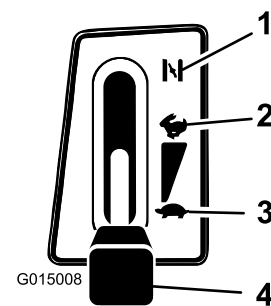

Figura 10
- Ponga la palanca del acelerador en Estárter (Figura 10).
- Cuando el motor arranque, mueva lentamente el acelerador a la posición Rápido (Figura 10). Si el motor se cala o funciona irregularmente, vuelva a colocar el acelerador en Estárter durante unos segundos y luego mueva la palanca del acelerador a Rápido. Repita este procedimiento tantas veces como sea necesario.
- Ponga la palanca del acelerador en Rápido (Figura 10).